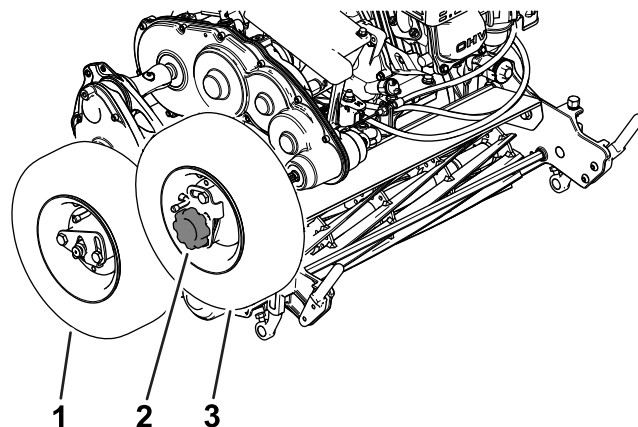

Рисунок 11
3. Установите ходовые колеса на вал правого колеса и приводную ступицу; см. Рисунок 11.
5. Установите ручку на колесо, находящееся на приводной ступице (Рисунок 11).